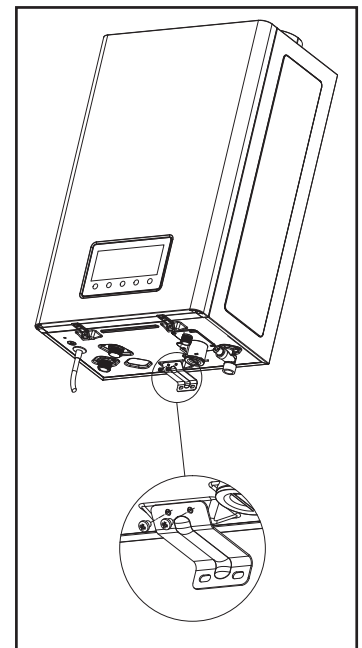

Fig. 6.3
2. Utilisez les vis contenues dans l'emballage pour fixer le support inférieur au bas du chauffe-eau. **(Voir la fig. 6.3)**